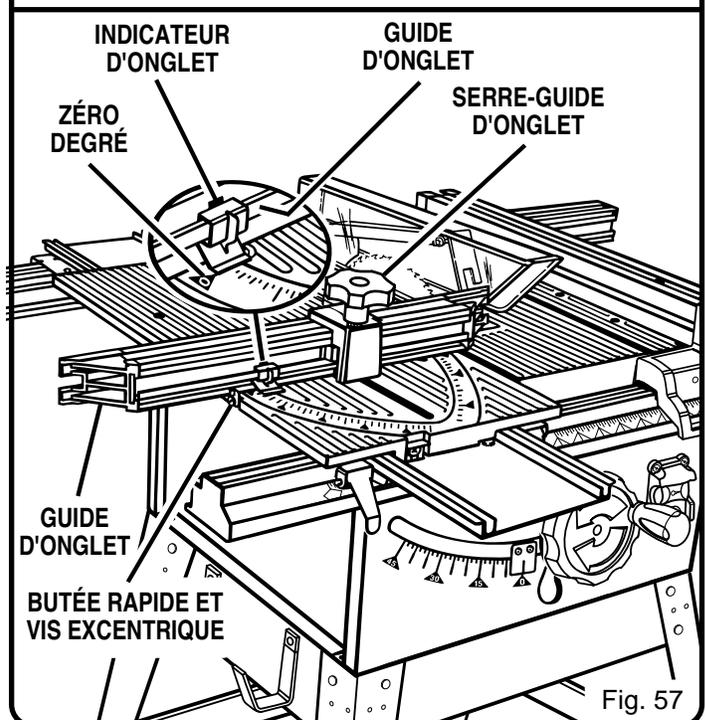

Fig. 57
- Placez la butée rapide contre le guide d'onglet, l'échelle d'onglet réglée à 0°. *Voir figure 57.*